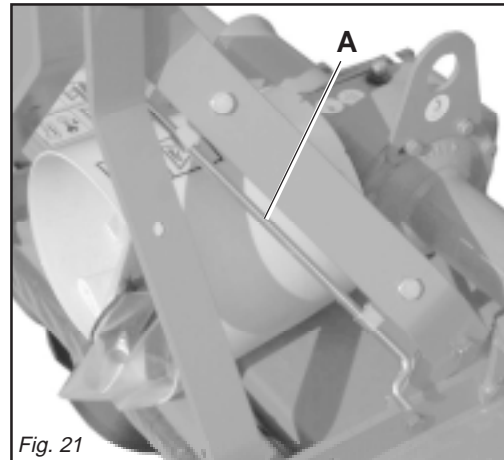

Fig. 21
- 2) Nel caso che la macchina sia dotata di catena, posizionare l'asta antiribaltamento «A» come in figura (1 Fig. 21).
- 2) *If the machine has a chain, position safety rod «A» as shown in the figure (1 Fig. 21).*
- 2) Falls die Maschine mit Kette ausgerüstet ist, muss die Kippschutzstange «A» wie in der Abbildung (1 Abb. 21) angeordnet werden.
- 2) *Si la machine est dotée d'une chaîne, placer la tige anti-retournement «A» comme dans la figure (1 Fig. 21).*
- 2) Si la máquina posee cadena, posicionar la barra antivuelco «A» como se ve en la figura (1 Fig. 21).